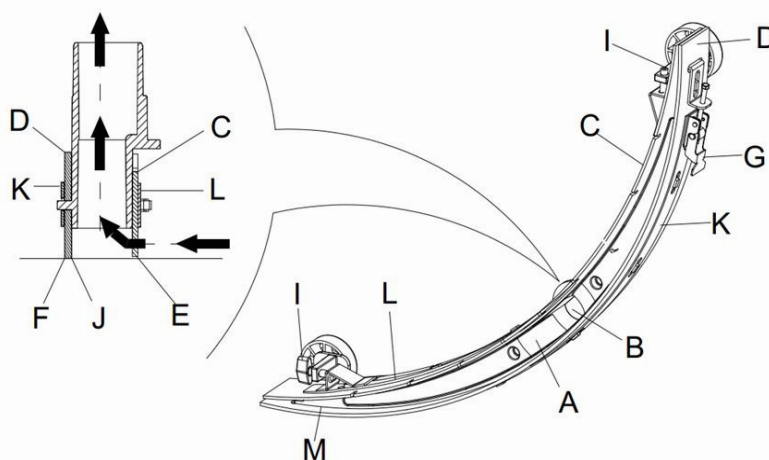

Рисунок 15
2. Нажмите кнопку включения питания (41) и установите позицию “O”, для отключения устройства.
3. Отвинтите фиксированной ручкой (16) щетки; снимите разъем подключения трубки Восстановительного Вакуума и снимите щетку.
4. Используйте ручку для подъема швабры (14).
5. Очистите щетку (**Рисунок 15**). Очистите пазы (**A**, **Рисунок 15**) и остатки грязи с вакуумной трубки. Убедитесь, что переднее лезвие швабры (C) и заднее лезвие швабры (D) целы, и проверьте на наличие сколов и трещин. При необходимости измените их (см. шаги в следующем разделе).
1. После методов, показанных в предыдущем разделе, очистить щетку (**Рисунок 15**)
2. Проверьте края (**E**, **Рисунок 15**) лезвие передней щетки (F) и части лезвий задней щетки (D). Они должны быть на примерно одинаковом уровне по всей длине. В противном случае, отрегулируйте их длину посредством следующего процедуры:
- Ослабьте зажим (G), чтобы задняя щетка (D) отделилась от кронштейна (M) для регулировки положения щетки. После регулировки вновь зафиксируйте зажим.
- Ослабьте винт на ручке (I) для регулировки передних лезвий швабры (C); после регулировки затяните винт вновь.
3. Проверьте, если переднее лезвие щетки (C) и заднее лезвие щетки (D) на предмет наличия сколов и трещин. При необходимости, измените их в соответствии со следующими способами. Проверьте передний край задней щетки (J) на изношенность. Если он изношен, его можно установить задним краем, т.е наоборот (если он не поврежден). Если задний край также изношен, измените его, следуя приведенному ниже:
- Ослабьте зажим (G), чтобы лезвие отделилось от кронштейна (M), снять зажим (K), а затем измените или переверните лезвие (D) наоборот. Установите на задней щетке в обратном порядке.
- Ослабьте винт на ручке (I) и снимите передний зажим (L), а затем замените переднюю щетку(C).Установите переднюю щетку на место, в обратном порядке действий..